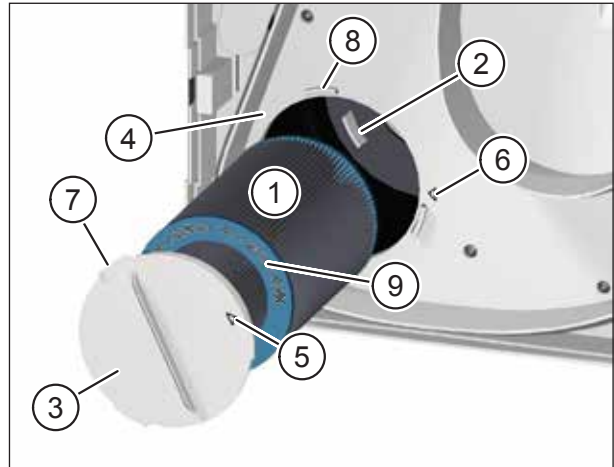

Abb. 18: Neuen Außenluftfilter einsetzen
- ▶ Führen Sie den neuen Außenluftfilter (Pos. 1 in Abb. 18) vorsichtig in das Lüftungsgerät ein.
- ▶ Achten Sie darauf, dass der Luftfilter in die 3 Haltenasen (Pos. 2 in Abb. 18) an der Rückwand des Lüftungsgerätes gleitet.
- ▶ Setzen Sie den Filterdeckel (Pos. 3 in Abb. 18) auf den Abluftfilter auf. Achten Sie darauf, dass der Filterdeckel plan auf der Zwischenplatte (Pos. 4 in Abb. 18) aufliegt.
- ▶ Drehen Sie den Filterdeckel im Uhrzeigersinn, bis der Pfeil auf dem Filterdeckel (Pos. 5 in Abb. 18) mit dem Pfeil der Arretierposition (Pos. 6 in Abb. 18) fluchtet. Achten Sie darauf, dass die 3 Nasen (Pos. 7 in Abb. 18) am Filterdeckel in den Halterungen (Pos. 8 in Abb. 18) an der Zwischenplatte einrasten.
- Als Außenluftfilter dürfen nur M-WRG-II FA, Art.-Nr. 750010, und M-WRG-II FK (Aktivkohlefilter), Art.-Nr. 750020, verwendet werden. Art.-Nr. und Luftfilterklasse sind auf der Endscheibe des Luftfilters (Pos. 9 in Abb. 18) eingepreßt.